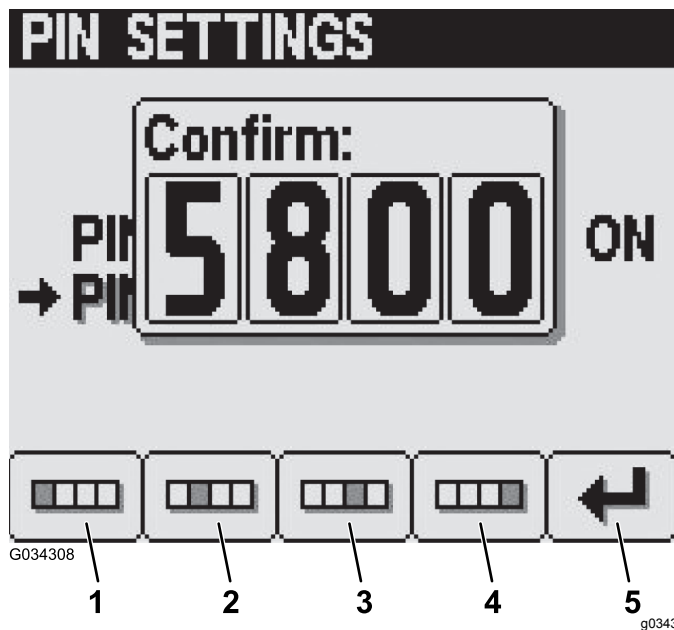

Figure 35
6. Sur l'écran de Confirmation, saisissez votre nouveau code PIN au moyen des touches 1 à 4 puis appuyez sur la touche 5 pour entrer le code PIN dans l'InfoCenter (Figure 35).